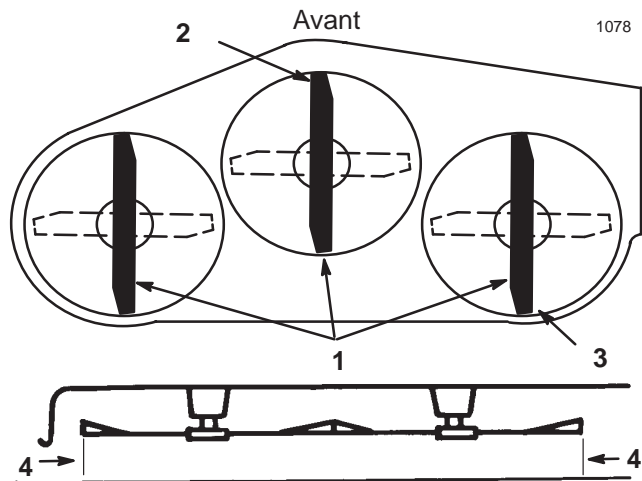

Figure 41
5. Réglez la hauteur de coupe à 76 mm (3") et tournez les lames avec précaution dans le sens longitudinal (Fig. 41).
6. Mesurez la distance entre la pointe de la lame avant (Fig. 41) et la pointe de la lame arrière par rapport à la surface plane. Si la pointe avant de la lame n'est pas de 1,6 à 7,9 mm (1/16 à 5/16") plus basse que la pointe arrière, réglez les tourillons avant.
9. Lorsque les deux tourillons sont réglés de la même manière, fixez les chapes en place à l'aide des goupilles fendues. Vérifiez de nouveau l'inclinaison avant/arrière. Poursuivez le réglage des chapes jusqu'à ce que la pointe avant de lame soit de 1,6 à 7,9 mm plus bas que la pointe arrière (Fig. 41).